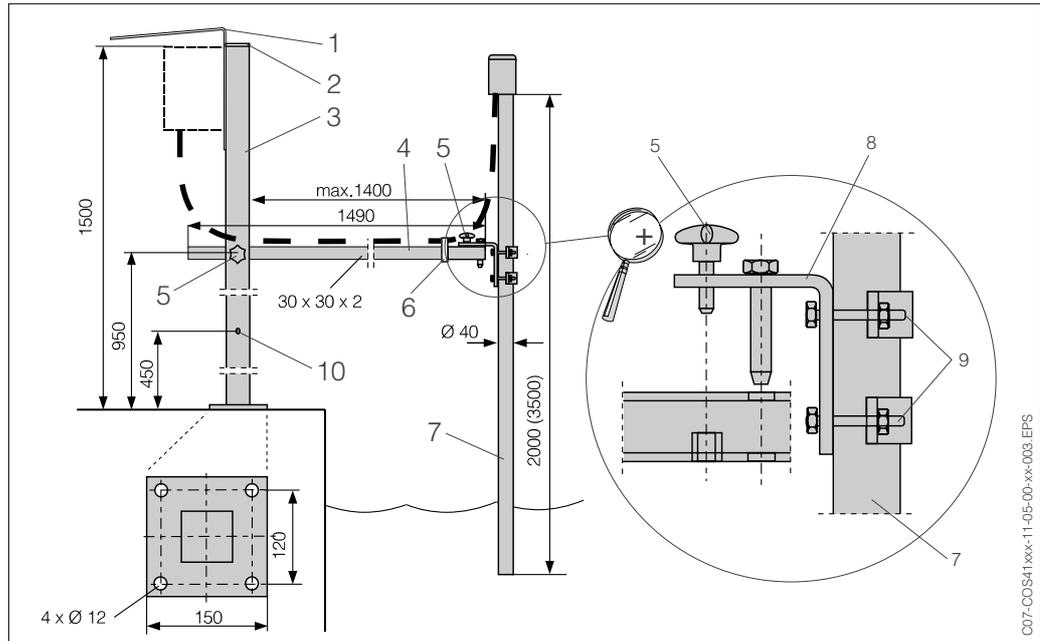

Fig. 3.7: Soporte de grupo universal CYH 101-D o E
El tipo de instalación más adecuado para flujos intensos o turbulentos ($> 0,5$ m/s) en el depósito o en los canales abiertos consiste en fijar el dispositivo a un **tubo de inmersión bien sujeto a un poste saliente** (Fig. 3.7). Si el flujo es muy intenso, se puede instalar una segunda tubería transversal (10) con su propio soporte.